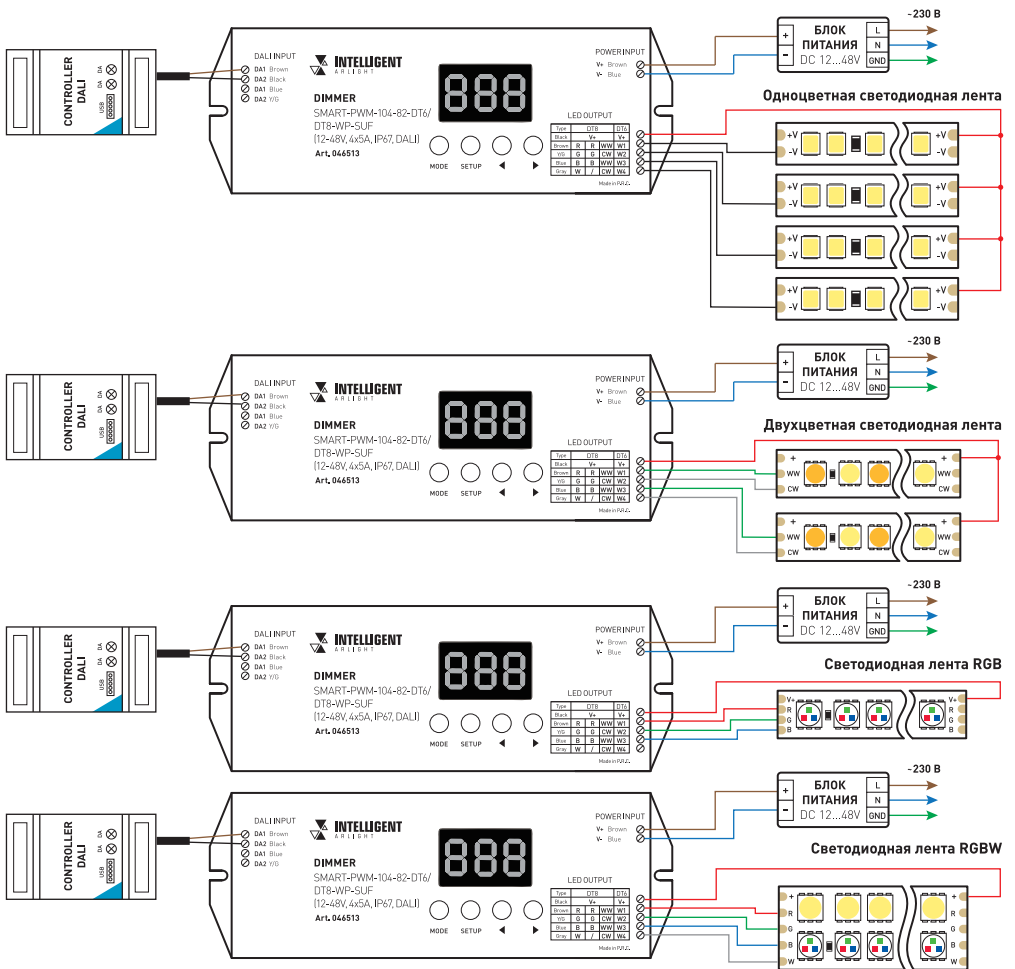

Рис. 1. Схемы подключения диммера
- 3.2. Подключите диммер согласно схеме, приведенной на рис. 1.